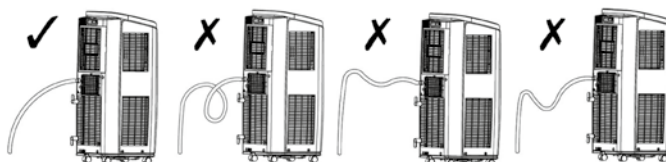

Figura 17
- Asegúrese de que la tubería de evacuación no quede colgada dentro del agua y que siempre esté instalada con una inclinación suficiente (véase la figura 17).